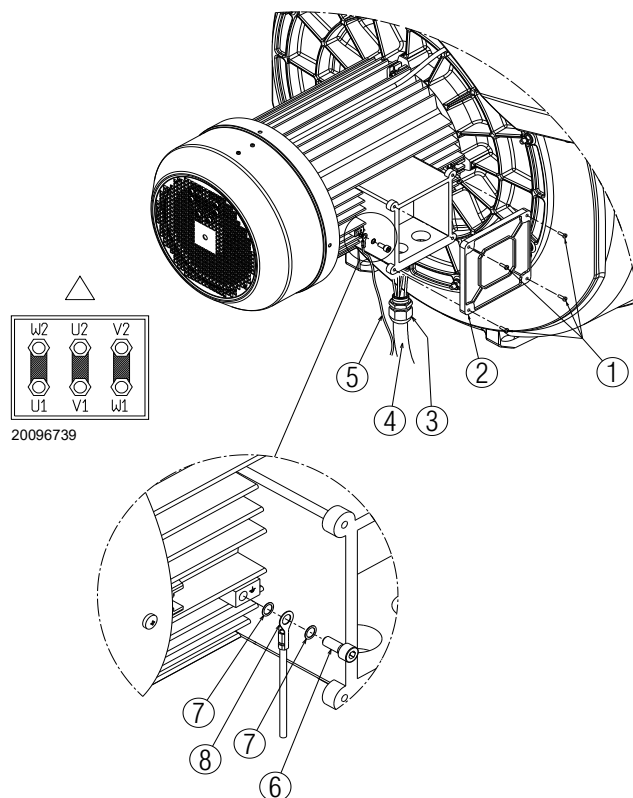

Fig. 30
➤ pour accéder au boîtier du moteur, dévisser les quatre vis 1)(Fig. 30) et enlever le couvercle 2).
- Effectuer un contrôle visuel final et fermer le boîtier du moteur en vissant les 4 vis 1)(Fig. 30).